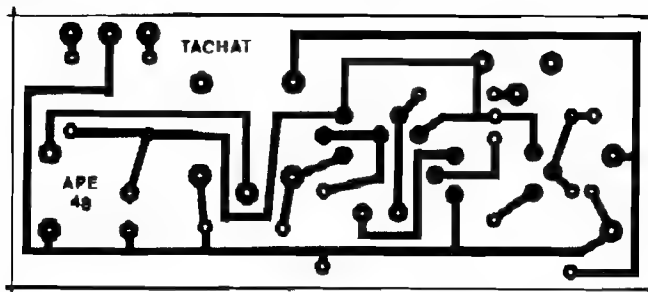

Fig.2
- **FIG. 2 - LAY OUT DO CIRCUITO IMPRESSO ESPECÍFICO** - A plaquinha é pequena e simples em seu desenho de ilhas e pistas... A ausência de Integrados, inclusive, torna as coisas menos "apertadas", facilitando a elaboração do lay out (o padrão pode ser copiado diretamente da figura, já que está em tamanho natural...) e mesmo a traçagem feita com tinta ou decalques ácido-resistentes... De qualquer modo, após a corrosão na solução de perclorato de ferro, tudo deve ser muito bem conferido, buscando-se falhas, "curtos", lapsos, etc., que devem ser corrigidos antes de se iniciar as inserções e soldagens de componentes. Aos Hobbystas que só agora estão chegando à Turma, recomendamos seguir as **INSTRUÇÕES GERAIS PARA AS MONTAGENS**, um módulo permanente encartado nas páginas iniciais de toda APE...